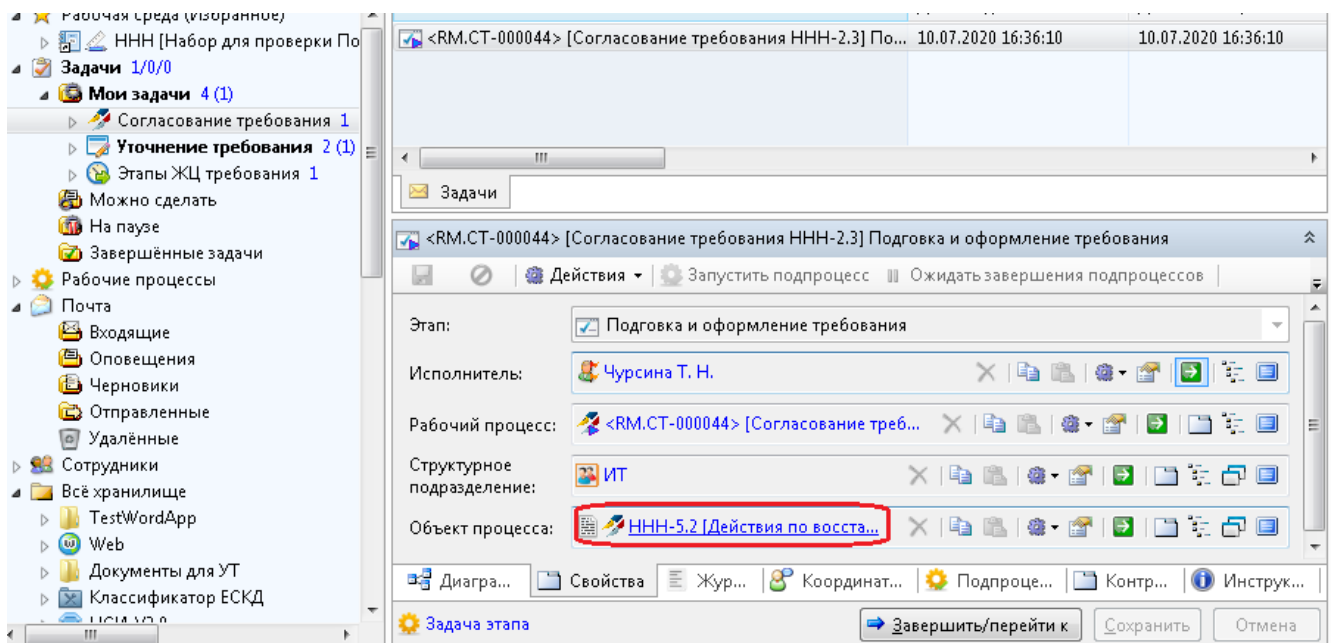

Рисунок 85 — Окно выполнения этапов процесса
- открывает свойства задачи (Рисунок 85);